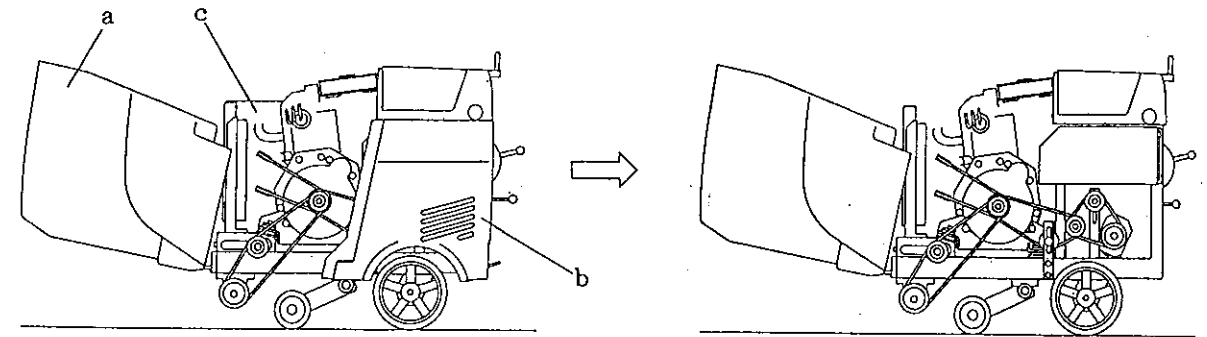

図1
1. ボンネット (a) を開け リヤカバー (b) サイドカバー (c) を外す。…図1